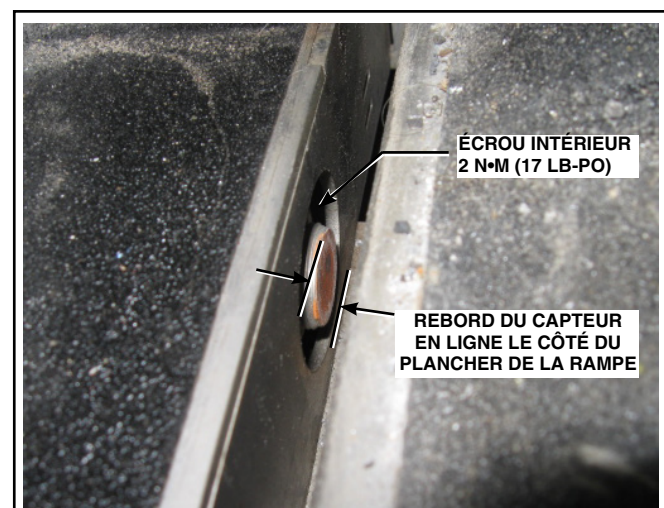

Figure 9 - Ajustement du capteur de rampe rétractée
Voir Figure 2 et Figure 9.
5. Installer l'écrou réservé sur le capteur et serrer au couple indiqué en Figure 9.